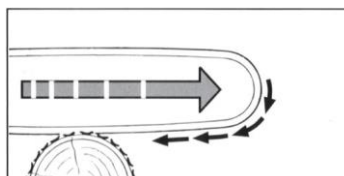

Fig. 3
- Couvrez le couvercle du guide, tournez légèrement le bouton pour faire basculer le couvercle, veillez à ne pas le serrer, comme indiqué sur la figure 3.
- Ouvrez le couvercle du bouton, desserrez le support du bouton, sans avoir à le démonter, comme indiqué sur la figure 3.